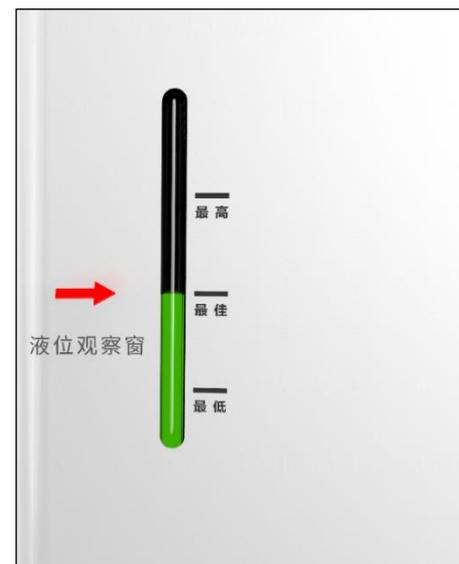

图 2-12 液位观察窗
- 介质加满工作腔后可溢出至储液箱，储液箱达到最佳液位时停止加注，见图 2-12。